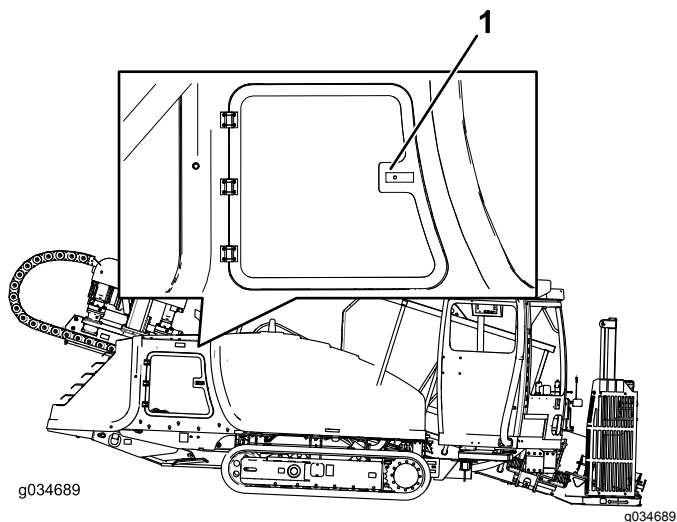

Bild 72
2. Drücken Sie den Plattengriff an der linken Seite und öffnen Sie die Klappe, wenn der Griff gelöst ist (Bild 72).